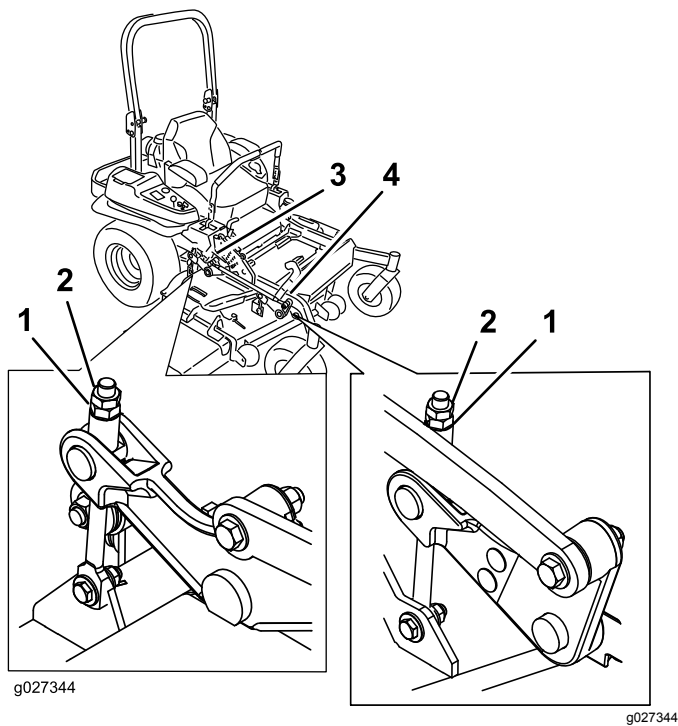

Bild 97
10. Drehen Sie die Einstellmutter am Frontmähwerkhub, um eine genaue Einstellung zu erreichen (Bild 97).
16. Drehen Sie die Einstellschraube, um eine Höhe von 8,3 cm zu erhalten (Bild 97).